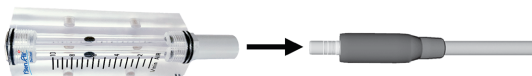

FIG. 5
4. Coloque el caudalímetro en el accesorio de enganche y después active el aire de refrigeración y mida el flujo de aire. El valor se mide en el centro de la bola del caudalímetro según la norma JIS B7551 (FIG. 5).